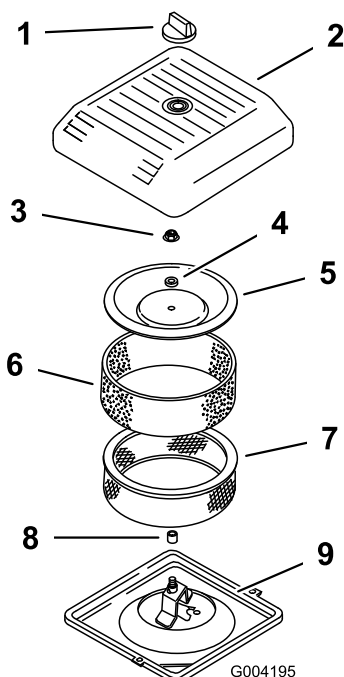

Figura 13
2. Desaperte o botão e retire a cobertura do filtro de ar (Figura 13).
3. Faça deslizar cuidadosamente o filtro prévio de esponja para o elemento de papel (Figura 13).
4. Desaperte a porca da cobertura e retire a cobertura, o espaçador e o filtro de papel (Figura 13).
2. Coloque a estrutura do filtro do ar na base do filtro do ar (Figura 13).
3. Coloque a cobertura, o espaçador e aperte com a porca da cobertura (Figura 13). Aperte as porcas a 10,7 Nm.
4. Coloque a cobertura do filtro de ar e fixe-a com o botão (Figura 13).